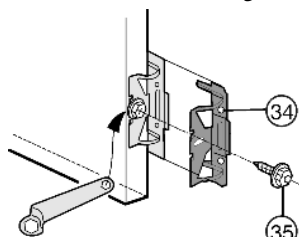

Fig. 11
- Прикрутите все крепежные уголки *Fig. 11 (34)* винтами с шестигранной головкой *Fig. 11 (35)* на дверце устройства, используя предварительно просверленные отверстия.
- ▶ установите третью пару крепежных уголков Fig. 11 (34).